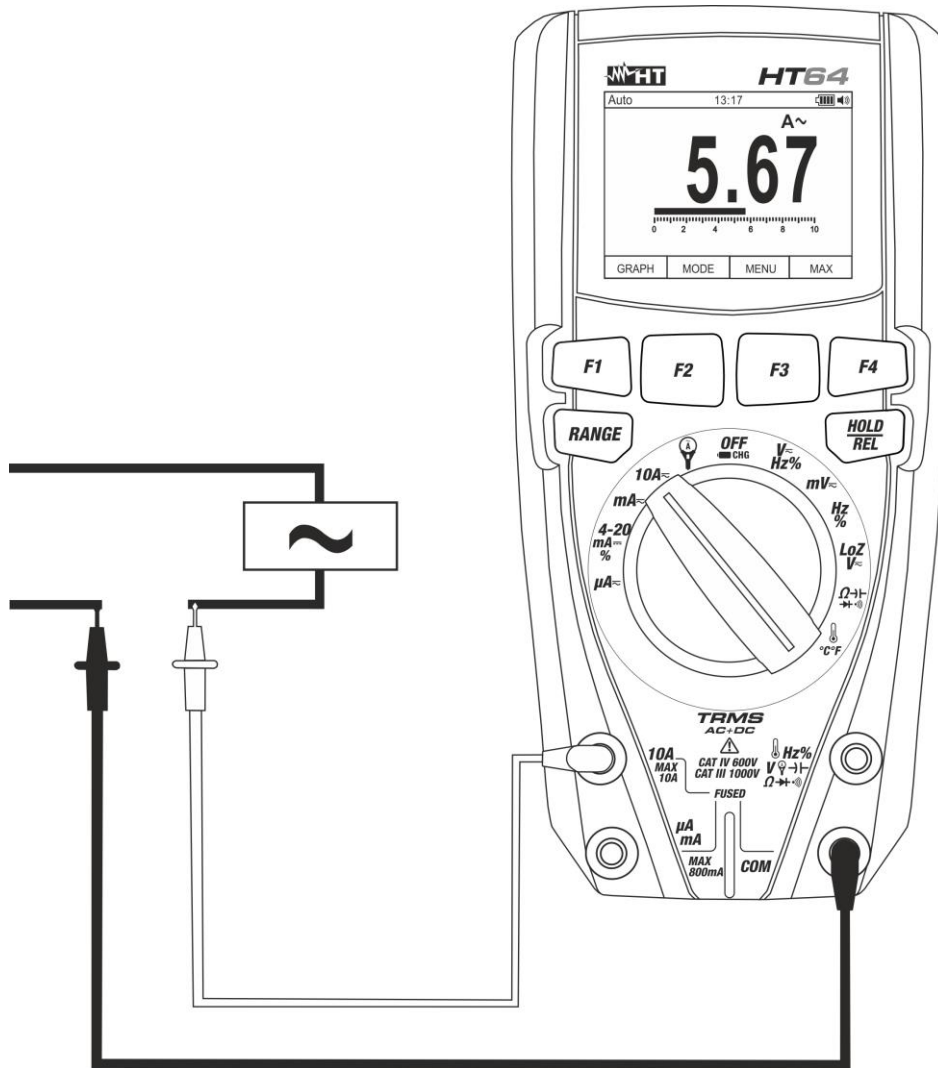

Abb. 31: Verwendung des Gerätes für Wechselstrommessung
5. Schalten Sie die rote und die schwarze Messleitung in Reihe mit dem Kreis, dessen Strom Sie messen möchten (siehe Abb. 31).